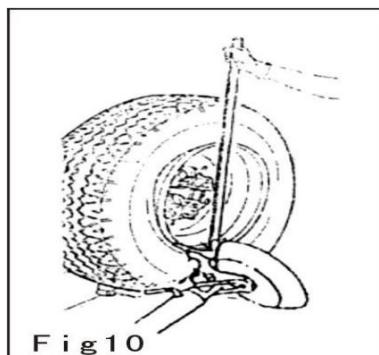

Fig 10
16. Pressione a barra de ferro para baixo e abaixe a roda até que a distância entre o aro da roda e a ferramenta de ponta seja de 5 mm (como mostrado na Fig. 10).